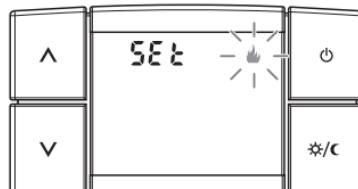

fig. 21
- Tout de suite après, l'écran affichera l'inscription **SEt** et la modalité de fonctionnement configurée se met à clignoter (**HIVER** ou **ÉTÉ**) (exemple sur la fig. 21).
- tout de suite après, l'écran affichera l'inscription **SEt** et la modalité de fonctionnement configurée se met à clignoter (**HIVER** ou **ÉTÉ**) (exemple sur la fig. 21).